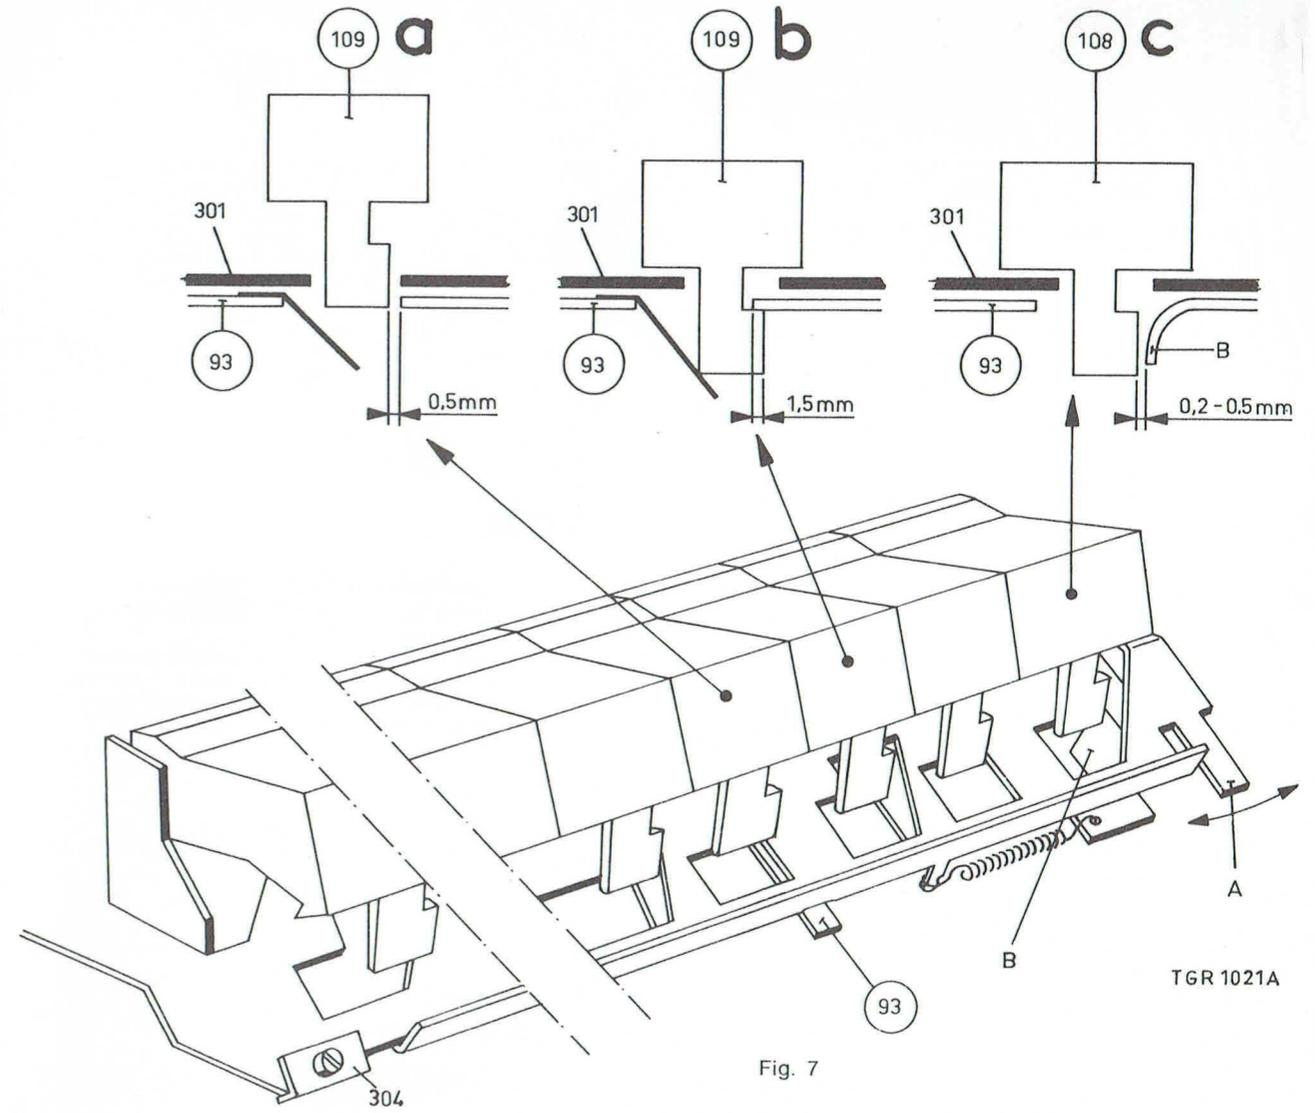

Fig. 7
Réglage du clavier (voir fig. 7 a-b-c).
- 2° Courber la patte « A » jusqu'à ce que la distance entre la touche d'enregistrement et l'étrier 93 soit, au minimum, de 0,5 mm (fig. 7 a).
Contrôle (voir fig. 7 b).
La distance entre une touche qui n'est pas entièrement enfoncée et l'étrier repère 93 doit être située entre 1 et 1,5 mm. Ce réglage peut être obtenu en déplaçant la barrette 304 (voir fig. 7 b).
Touche d'arrêt (voir fig. 7 c).